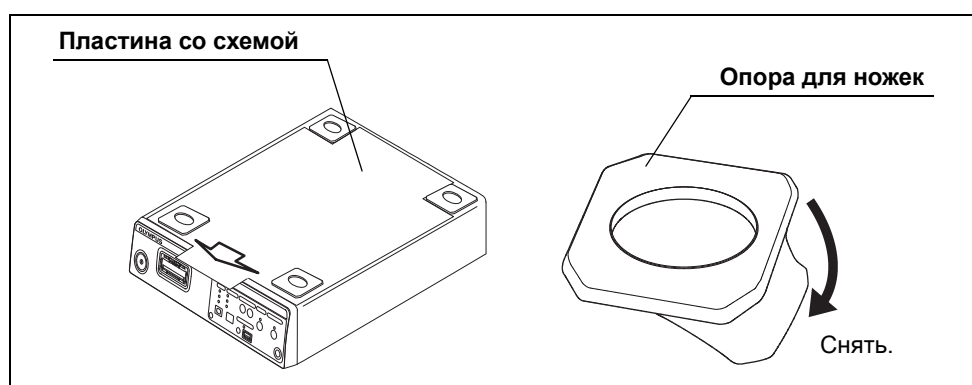

Рисунок 3.2
- 4 Снимите бумагу с обратной стороны опор для ножек и плотно прижмите их в надлежащем положении на видеоинформационном центре (CV-190), используя пластину со схемой (см. рис. 3.2).